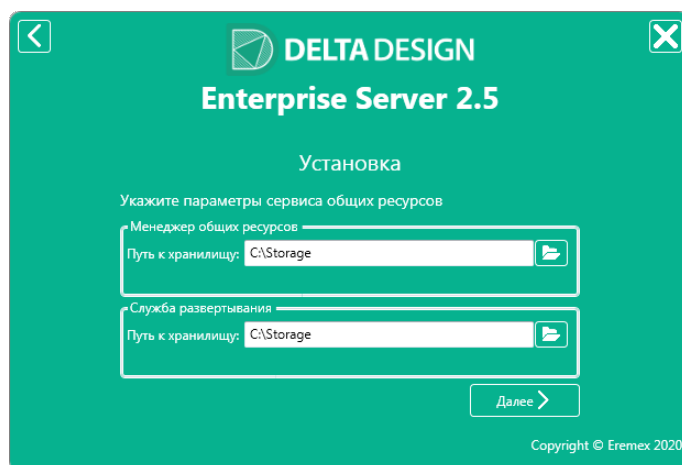

Рис. 6 Назначение параметров общих ресурсов
7. Укажите параметры сервиса общих ресурсов, см. Рис. 6.
Совет! Рекомендуется оставить предложенное месторасположение хранилищ по умолчанию, как представлено на Рис. 6.